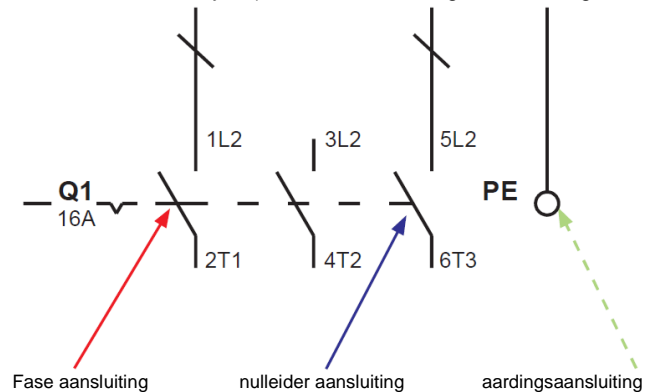

Fig. 2
De hoofdtoevoer wordt rechtstreeks verbonden aan de primaire zijde van de binnenkomende controlepaneel afsluiter (getoond met de IP2X mantel verwijderd) en de hoofd aardingsklem. Zie Fig. 2.
- Controleer dat alle elektrische aansluitingen veilig zijn en volgens het bedradingsschema (sectie 3.3, Fig. 2).